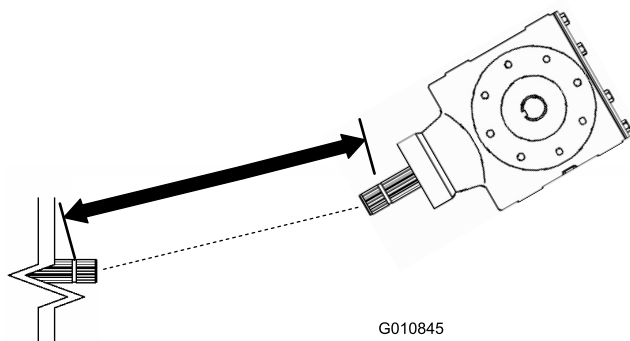
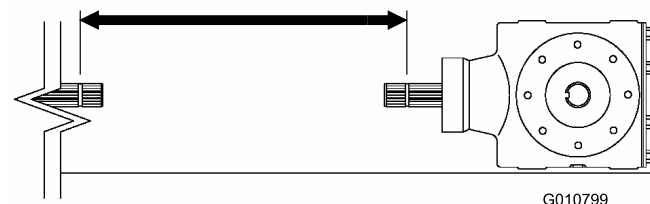
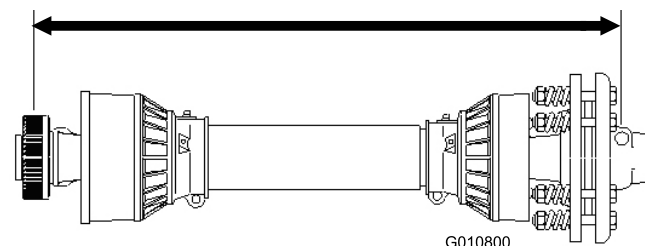

图13
图15
图16
3. 测量从牵引车 PTO 轴端部锁槽到打孔机齿轮箱 PTO 轴锁槽之间的距离（图13）。记录此距离。示例：67cm。
5. 测量从牵引车 PTO 轴端部锁槽到打孔机齿轮箱 PTO 轴锁槽之间的距离（图15）。记录此距离。示例：70cm。
6. 在 PTO 轴上，测量从一端锁定销球的中心到另一端锁定销中心的距离（图16）。记录此距离。示例：81cm。
7. 使用图15和图13中的两个测量值中较小的一个，用图16中的距离减去此距离。示例：81cm 减去 67cm 等于 14cm。
9. 将PTO 轴内外轴管滑动到一起，直至它们完全重叠。确认内管没有突入外管的十字头和轴承部分（图15）。如果这种情况发生，应截掉更多内管，以解决问题。继续下一步。